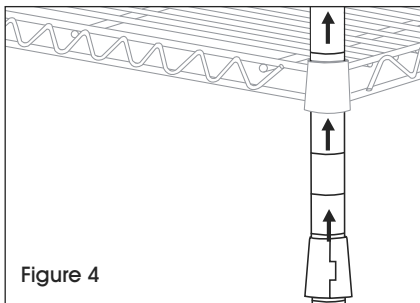

Figure 4
2. Slide posts through underside of shelf until shelf slides firmly over supports. (See Figure 4)
2. Insérez le montant par le dessous du plateau jusqu'à ce que le plateau glisse fermement sur les supports. (Voir Figure 4)